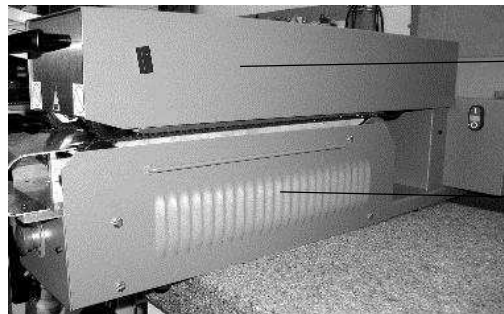

Abbildung 9
**Abdeckplatten** (Abbildung 9)